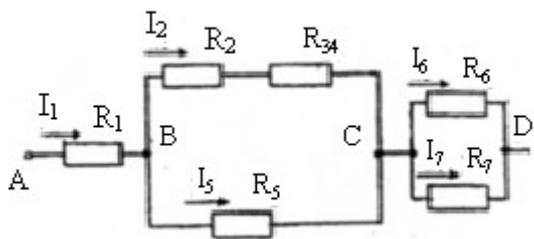
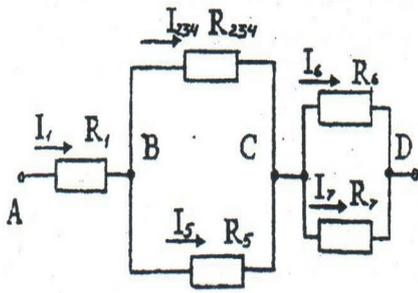

Рисунок 6 - Электрическая схема
Рисунок 7 - Электрическая схема
2. Резисторы R_2 и R_{34} (см. рис. 6) соединены последовательно, их общее сопротивление $R_{2-4} = R_2 + R_{34} = 20 + 40 = 60 \text{ Ом}$. Соответствующая схема приведена на рис. 7
Зная напряжения на участках ВС и СД, определим токи в ветвях (см рис. 7)
На основании второго свойства параллельного соединения можно убедиться на этом этапе в правильности решения задачи, применив первый закон Кирхгофа И з схемы (рис. 7) следует, что:
Для определения токов резисторов R_3 и R_4 предварительно найдем напряжение на резисторе R_{34} (рисунок 6), которое эквивалентно им
Это можно сделать двумя способами: на основании закона Ома $U_2 = I_2 \times R_2 = 2 \times 20 = 40B$ или на основании третьего свойства последовательного соединения. На участке ВС верхняя ветвь представляет собой последовательное соединение резисторов R_2 и R_{34} (см рис. 6), поэтому $U_{BC} = U_2 + U_{34}$, отсюда $U_2 = U_{BC} - U_{34} = 120 - 80 = 40B$. Переходим к определению мощности, потребляемой цепью и каждым резистором в отдельности.